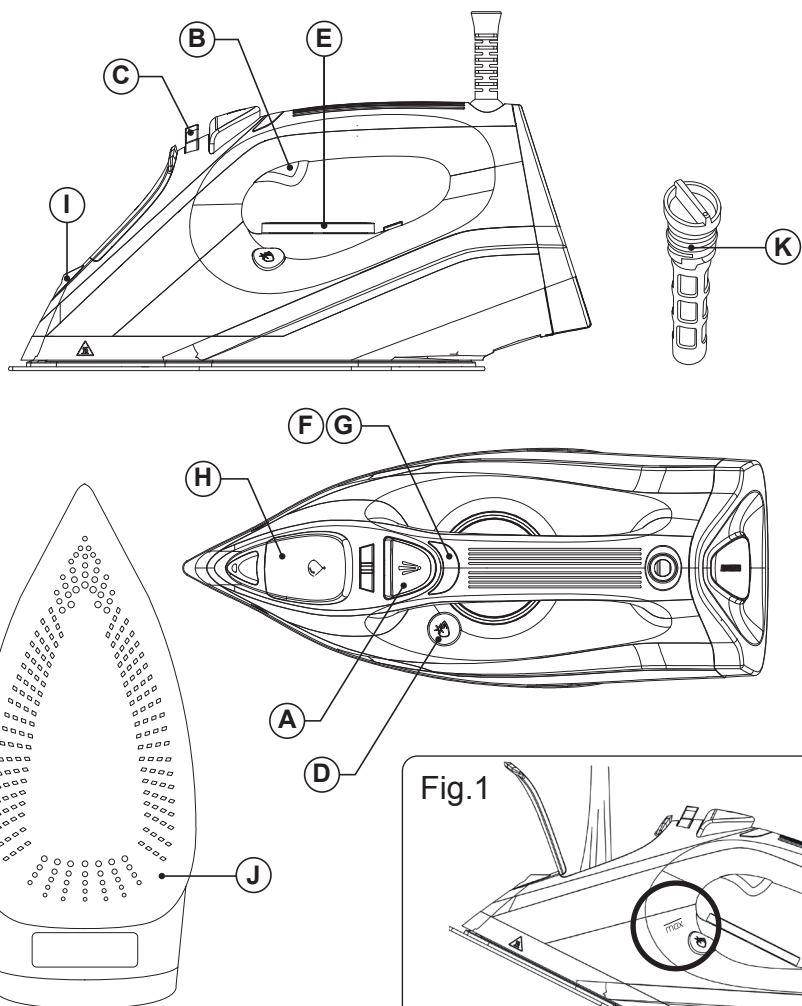

Fig.1
- Respetar la indicación de nivel MAX. (Fig.1)
- Llenar el depósito respetando el nivel MAX (Fig. 1).